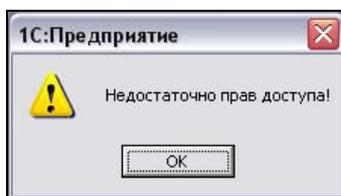

Рис. 5.71. Для этого действия прав доступа недостаточно
11. Все, новый пользователь может работать в системе под своим именем. Может просматривать справочники, документы, отчеты, анализировать структуру подчиненности, запускать любые отчеты. А вот менять данные не может. В этом случае система сразу выдает сообщение (рис. 5.71).